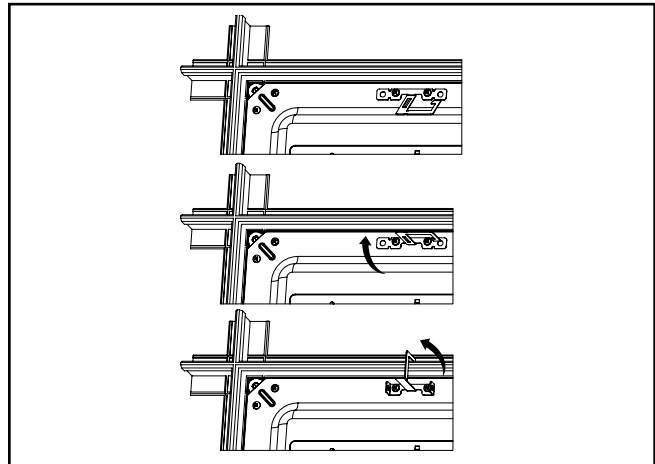

Imagen 4.
6. Se proporcionan clips de grilla para una retención adicional al sistema de techo. Oriente las 4 lengüetas en la parte posterior de la luminaria sobre la grilla en T doblando las lengüetas 90 grados perpendiculares a la parte posterior de la luminaria. Luego doble las lengüetas a 90 grados hacia el marco de la grilla en T. Para usar como ganchos para terremoto, inserte un tornillo (de otras marcas) a través del orificio de los ganchos de la grilla y en la grilla en T como se muestra (Fig. 4).